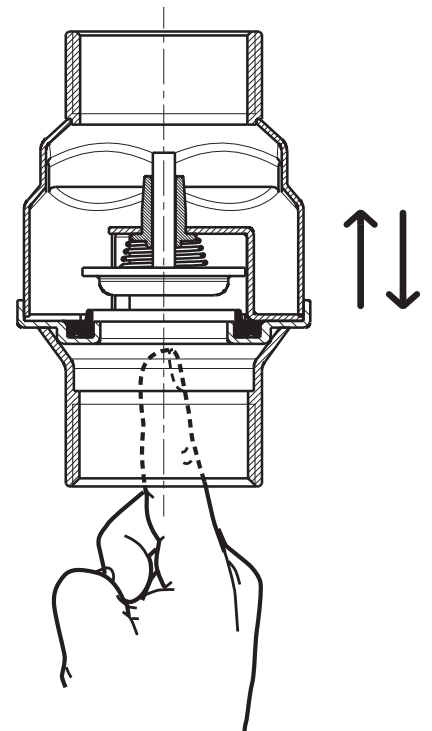

Fig. 1
- Controle que la válvula funcione correctamente empujando el obturador desde el lado de aspiración en el sentido indicado por la flecha impresa en el cuerpo de la válvula (Fig. 1). El obturador debe deslizarse hacia arriba y, al soltarlo, debe volver hacia abajo por sí mismo. Si esto no sucede, controle que no haya cuerpos extraños en el interior de la válvula y repita la operación. Si el obturador no se desliza libremente, la válvula no debe montarse.